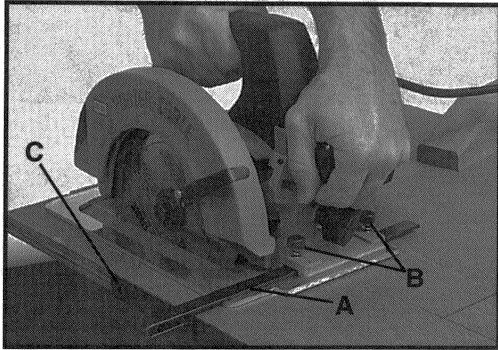

Fig. 9
**PRECAUCION:** Mantenga el cable fuera del área de corte, para que no se enrede en el trabajo. Vea Fig. 9.
Un corte al hilo se llama corte longitudinal (a lo largo). Para los cortes longitudinales de piezas angostas, puede usar una guía lateral que está disponible como un accesorio, (Guía Lateral, Número 53124). Meta la varilla (A) Fig. 9, de la guía lateral abajo del "puente" en la parte delantera de la base de la sierra. Enrosque los tornillos de la guía lateral con los resortes (B) en el puente. Ajuste la guía a lo ancho de corte deseado (dese cuenta del espesor del disco para no obtener un corte demasiado ancho o demasiado angosto).
Apriete bien los tornillos. La sierra se guía por la faz interior (C) de la guía lateral apretada contra el canto de la tabla como está ilustrado en la Fig. 9.